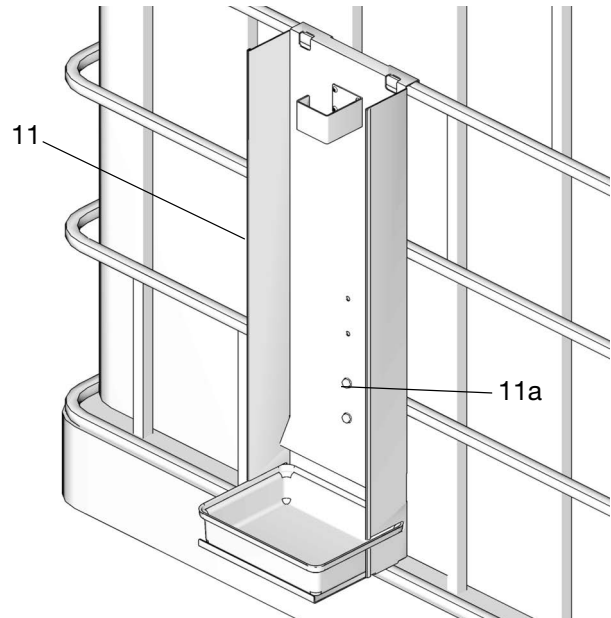

FIG. 20
- Positionner le rail du compteur (11) sur le côté du réservoir IBC (FIG. 20).
- Fixer le rail en place à l'aide de 4 vis (11a) (FIG. 20).